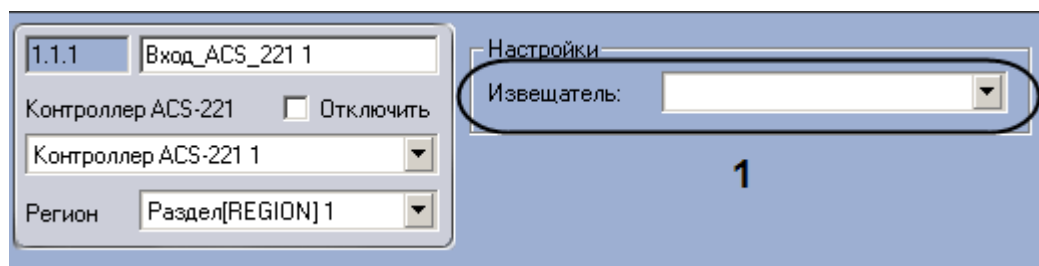

Рис. 3.7—2 Настройка входа ACS-221
2. Из раскрывающегося списка **Извещатель** выбрать тип подключенного к соответствующему входу контроллера датчика (Рис. 3.7—2, 1).